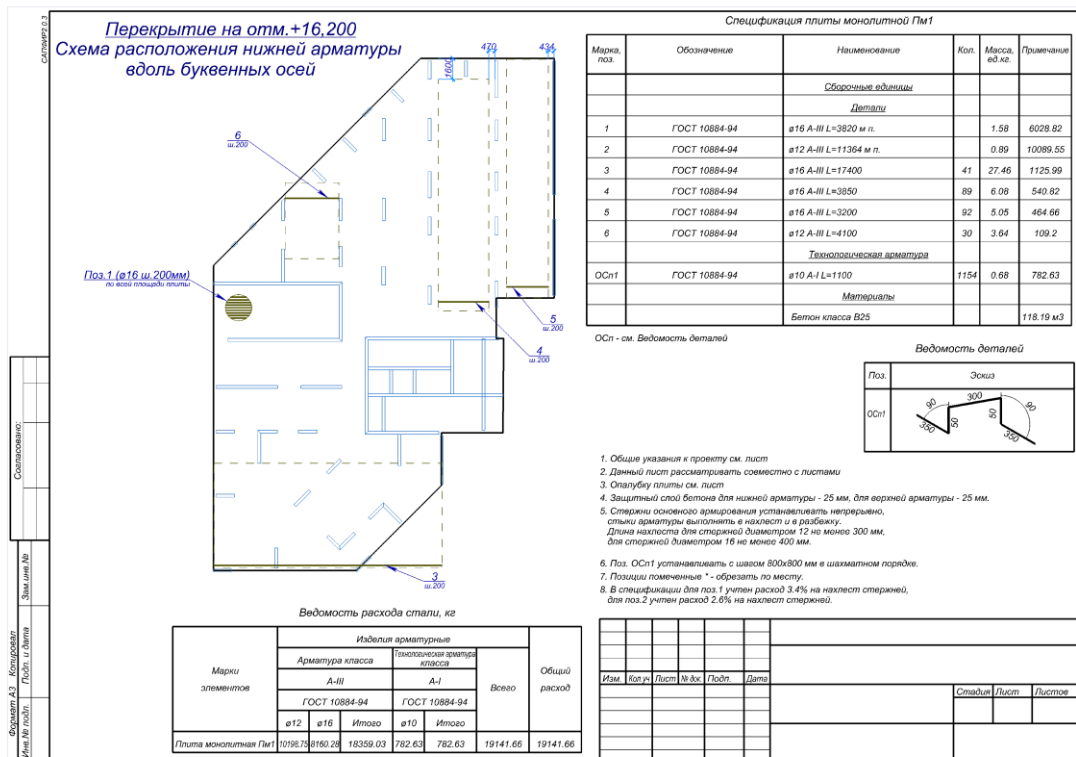

Рис. 21. Лист чертежа схемы продольного армирования плиты перекрытия с автоматически созданными таблицами
- После того, как схема армирования готова, в автоматическом режиме формируется лист чертежа, включающий схему армирования, спецификации, ведомости материалов и деталей, примечания, рис. 21. При дальнейшем редактировании схемы армирования содержимое этого листа чертежей будет обновляться автоматически.
После выполнения унификации длин стержней автоматически изменяются и размеры зон дополнительного армирования, которым они принадлежат. Когда схема армирования готова, на ней можно проставить необходимые размеры и обозначения при помощи чертежных инструментов «Сапфира» и, наконец, разместить на листе, рис. 21.